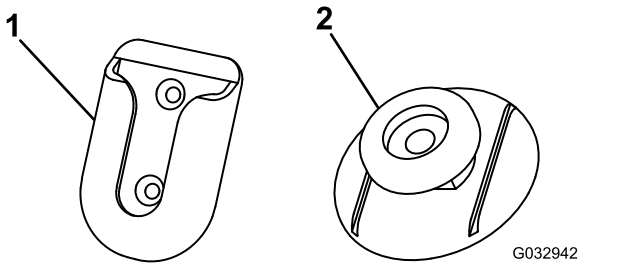

Figure 18
3. Nettoyez le dos du support pivotant (Figure 18) avec le tampon imbibé d'alcool puis séchez-le.
7. Retirez la pellicule protectrice d'un côté de la surface adhésive et appliquez ce côté au dos de la patte de montage (Figure 18).